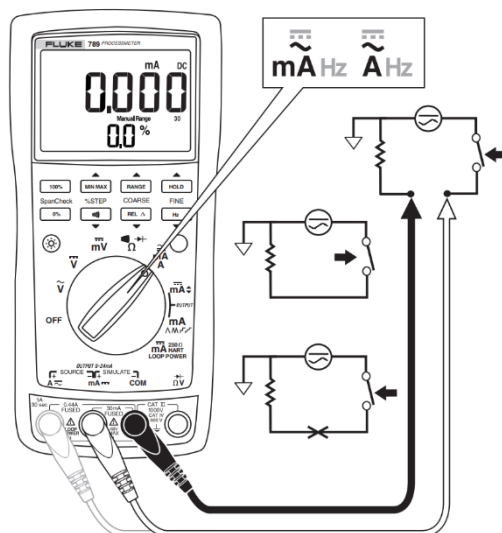

Figura 4. Medición de corriente usando el multímetro.
- Tener en cuenta que el multímetro siempre se conecta en **serie** con el elemento en el que se desea medir la corriente, por lo cual en muchos casos debe abrir el circuito para conectar el multímetro (figura 4). Además, la resistencia interna del amperímetro es muy baja (aproximadamente $5\ \Omega$).